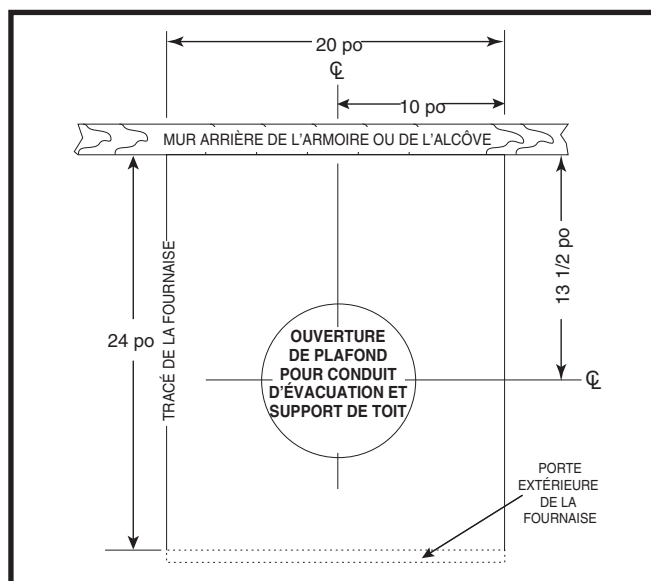

Figure 19. Dimensions de coupe pour le conduit d'évacuation et le support de toit
1. Positionnez le centre de l'ouverture du support de toit, mesurez 13 1/2 po depuis le mur arrière de l'armoire ou de l'alcôve, le long de la ligne centrale de l'ouverture de la fournaise et du plancher. Voyez la Figure 19.